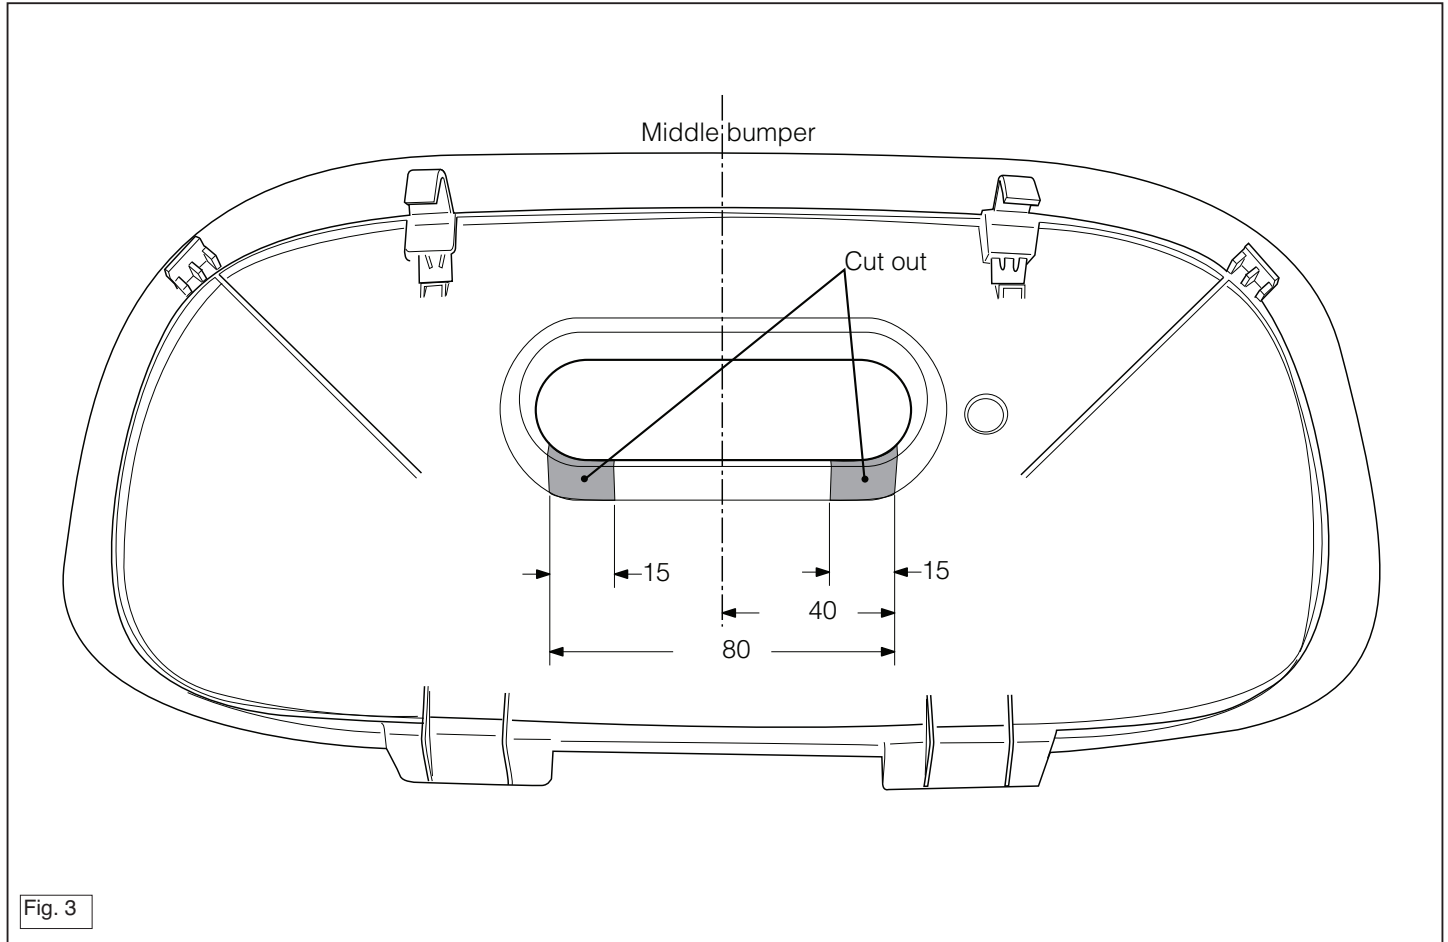

Fig. 3
17. Выпилить обозначенные части, как указано на рис. 3.